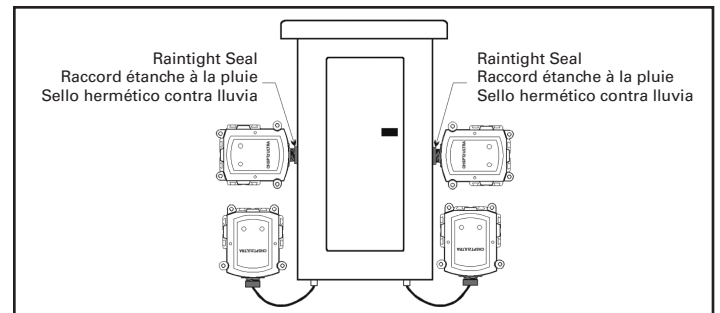

Figure 5. Grounding the Wiring/Mise à la terre du câblage/ Conexión a tierra del cableado
3. Connect the other end of ground wire to the loadcenter/breaker panel ground (a longer ground wire than provided may be required). If a loadcenter connection is not possible, attach the ground wire to the nearest grounding point used to ground the ac power lines. (See **Figure 5**.)
3. Branchez l'autre extrémité du fil de mise à la terre sur la terre de l'armoire des disjoncteurs/tableau de répartition (un fil de mise à la terre plus long peut être nécessaire). S'il n'est pas possible de le brancher sur le tableau de répartition, reliez le fil de mise à la terre sur le point de mise à la terre des lignes de courant alternatif (voir la **Figure 5**).